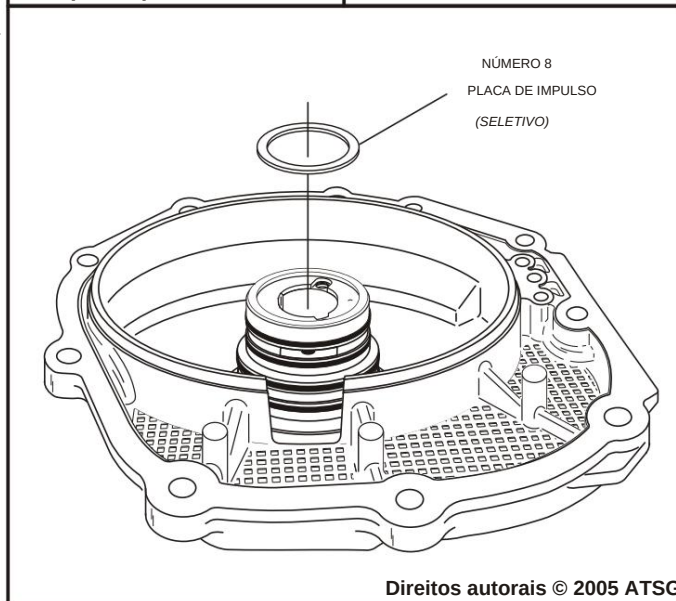

Figura 187
70. Instale a placa de impulso seletiva número 8 na tampa traseira, conforme mostrado na Figura 187, e retenha com uma pequena quantidade de Trans-Jel®.
74. Troque a placa seletiva conforme necessário para obtenha a especificação adequada, usando o gráfico da Figura 187.